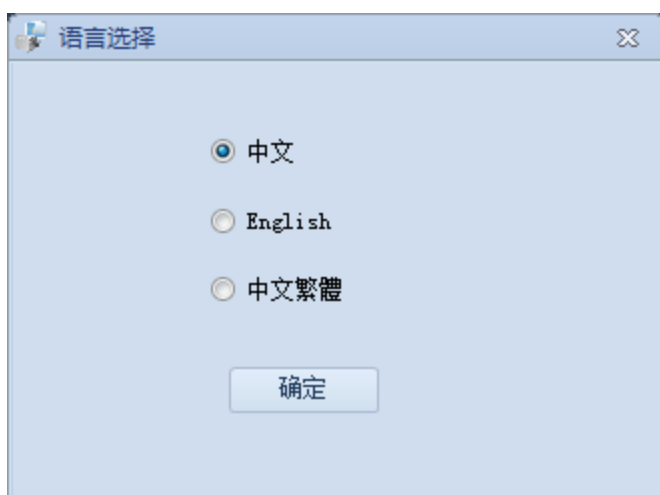

图 1-4 语言选择界面
1. 点击<其他>→<语言选择>，打开语言选择窗口，如图 1-4 所示。